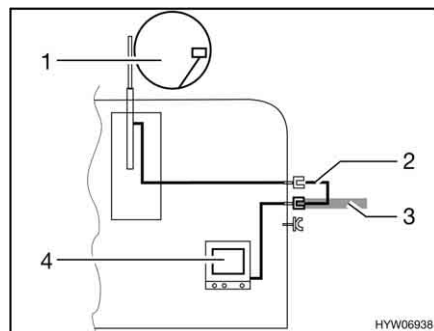

Fig. 150 TV dans le véhicule
- TV dans le véhicule (Fig. 150,4) : Raccord à l'antenne sur le toit (Fig. 150,1) avec câble d'alimentation (Fig. 150,2)
- TV dans le véhicule (Fig. 150,4) : Raccord à l'antenne extérieure (Fig. 150,3)